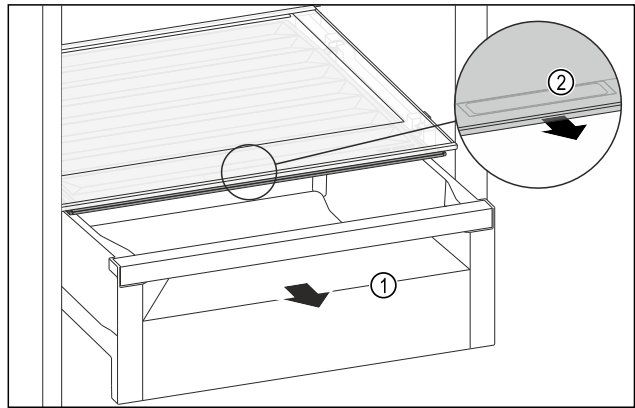

Fig. 161
- Schubfach Fig. 161 (1) herausziehen.
- Griffmulde Fig. 161 (2) am Fachdeckel anfassend und Fachdeckel gleichzeitig nach vorne ziehen.